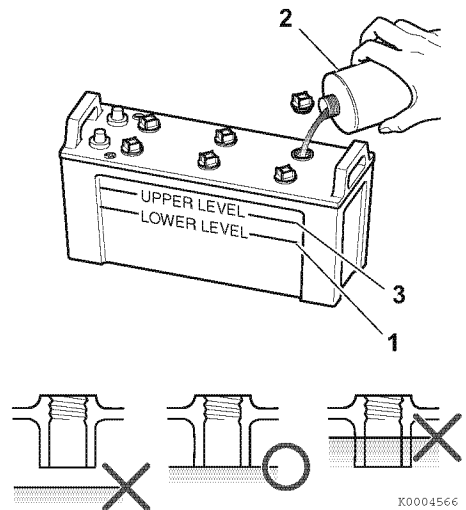

Figure 5
1. Ne faites pas tourner le moteur avec de l'électrolyte en quantité insuffisante dans la batterie, car la batterie serait détruite. Vérifiez le niveau de l'électrolyte périodiquement. Si le niveau est inférieur au niveau de remplissage minimal (1, **Figure 5**) en ajoutant de l'eau distillée (2, **Figure 5**) (disponible en droguerie) jusqu'au repère supérieur (3, **Figure 5**) de la batterie. (L'électrolyte de batterie a tendance à s'évaporer à température élevée, surtout en été. Dans ce cas, vérifiez la batterie plus souvent que spécifié.)